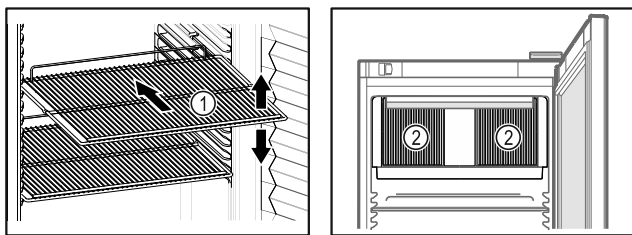

Fig. 30 Atvaizdo pavyzdys Fig. 31
- Jei pastatymo grotelės Fig. 30 (1) galima perkelti, pritaikykite atsižvelgdami į aukštį.